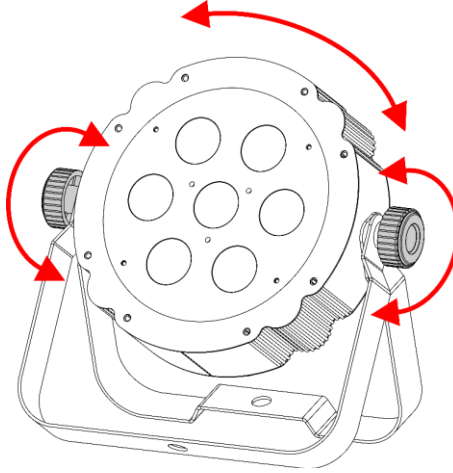

Fig. 08
- 01) Gire los **tornillos de ajuste (02)** en sentido antihorario para soltarlos.
- 02) Incline el dispositivo en el ángulo deseado (véase la Fig. 08).
- 03) Gire los **tornillos de ajuste (02)** en el sentido de las agujas del reloj para apretarlos. Asegúrese de que el dispositivo no pueda moverse libremente después de apretar los **tornillos de ajuste (02)**.